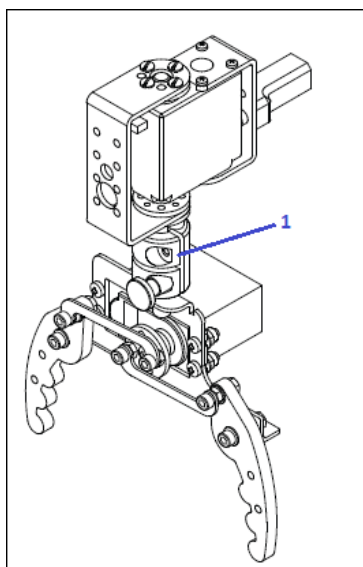

Рисунок 20 – Поворотный модуль инструмента с модулем захвата механического, где 1 – муфта поворотного модуля
- Установите модуль механического захвата в поворотный модуль инструмента. Для этого необходимо ослабить винты на муфте поворотного модуля так, чтобы хвостовик модуля механического свободно вставлялся, вставьте и затяните винты на муфте (Рисунок 20).